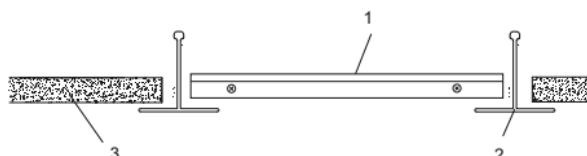

Рисунок 3
2.3 Встраиваемый монтаж производить в подвесные потолки типа «Armstrong» (см. рисунок 3). Светильник (1) установить на место потолочной плиты 600×600 мм (3) в межпотолочное пространство между направляющими (2) потолка «Armstrong», как показано на рисунке 2.